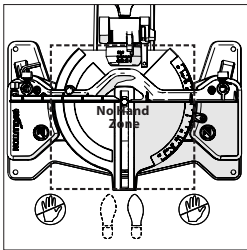

Fig. 6
**POSICIONAMIENTO DEL CUERPO Y LA MANO (Fig. 6)**